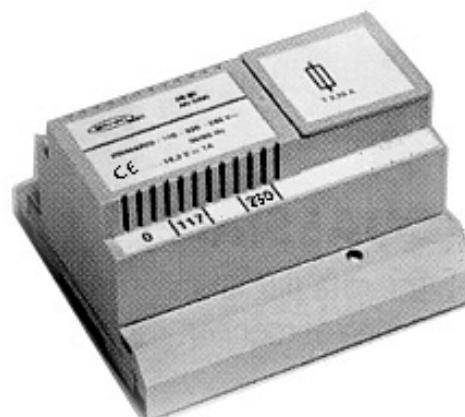

Fig. 1
- SINGLE RAIL 7 DIN MODULES (fig. 1)